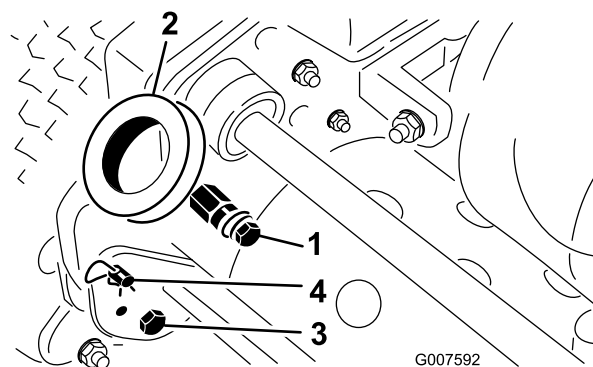

Figure 3
1. Enlevez les boulons et les contre-écrous de fixation au bas des bras du guidon de chaque côté de la tondeuse (Figure 3).
2. Enlevez les goupilles fendues et les axes de chape qui fixent les bras à l'arrière du cadre (Figure 3).
3. Insérez les extrémités du guidon dans les trous des bras du guidon et placez les trous en face des axes de montage (Figure 3).
1. Retirez les goupilles fendues des axes de chape de chaque côté de la tondeuse (Figure 3).
2. Soutenez le guidon et retirez les axes de chape de chaque côté pour monter ou descendre le guidon à la hauteur voulue (Figure 3).